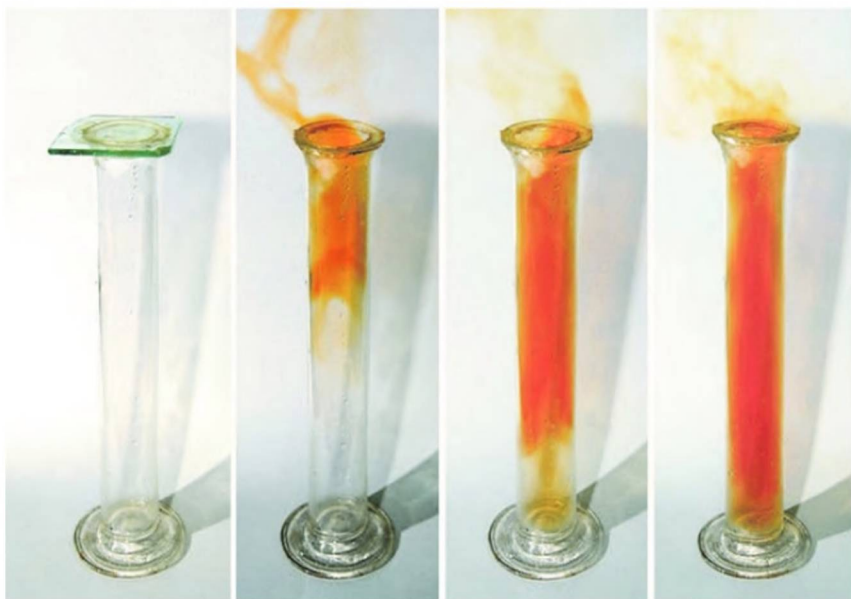

Рис. 43. Окисление оксида азота(II) на воздухе
Оксид азота(II) плохо растворим в воде и не реагирует с растворами кислот и щелочей. У отверстия цилиндра, наполненного этим газом, виден бурый «дым» (рис. 43) — это образуется оксид азота(IV):